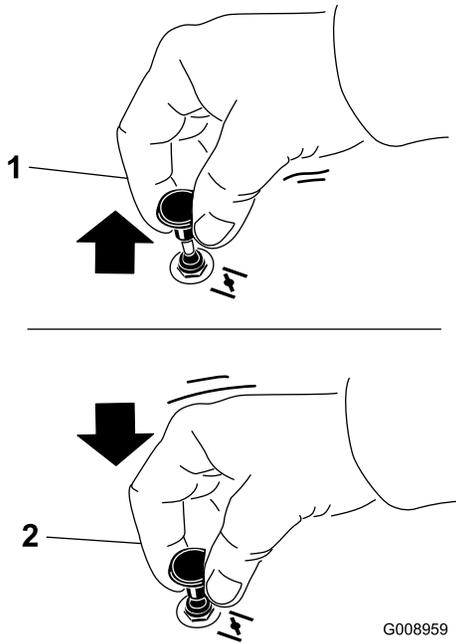

Figure 25
1. Tirez sur la commande de starter pour engager le starter avant d'utiliser le commutateur d'allumage (Figure 25).
2. Poussez sur le bouton du starter pour désengager le starter lorsque le moteur a démarré (Figure 25).